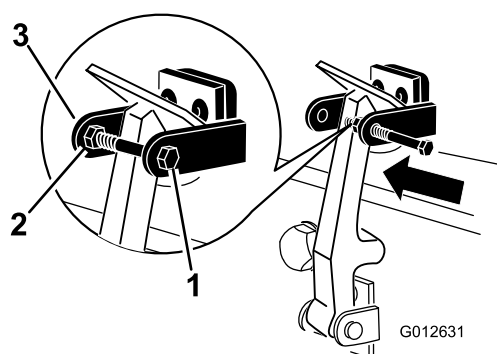

Figura 8
8. Avvitare il bullone nell'altro braccio della staffa di chiusura del cofano per fissare il fermo in posizione (Figura 8).